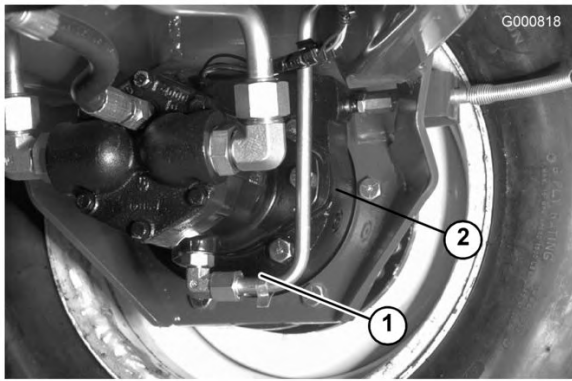

図 66
3. ブレーキ・ハウジングの下にある両方のプラグを外してオイルを抜く (図 66)。